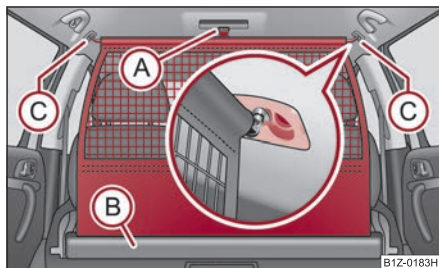

Fig. 104 Desfacerea peretelui despărțitor
- Trageți plasa de curelușă (A) din carcasa (B) ⇒ fig. 104.
- Introduceți bara transversală în locașul (C) pe o parte și apăsați bara în față.
- În același mod fixați bara pe partea cealaltă a autovehiculului, locașul (C).
- Trageți bara în spate din suporturile din plafon, mai întâi pe o parte, apoi pe partea cealaltă, și scoateți-o din suporturi (C) ⇒ pagina 90, fig. 104.
- **Susțineți** bara transversală astfel încât peretele să se poată rula încet și fără să se deterioreze, în carcasa (B).